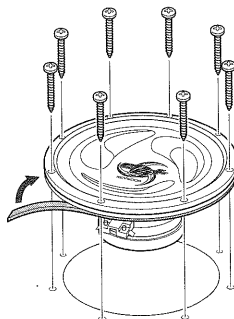

Fig. 1
1. Applicare il nastro sigillante accluso sul retro della flangia del diffusore nel modo mostrato in Fig. 1 in modo che la flangia sia completamente coperta.